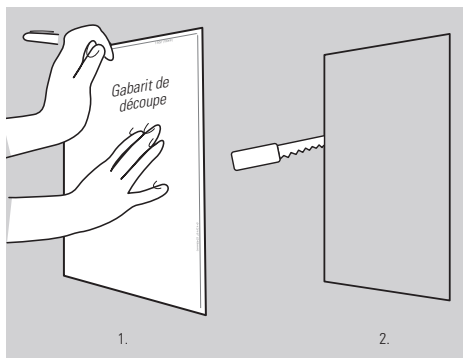

Figure 5
1. Utilisez le gabarit de découpe de paroi fourni que pour marquer l'emplacement de l'enceinte. Utilisez une scie pour découper aux dimensions appropriées. (Figure 5)